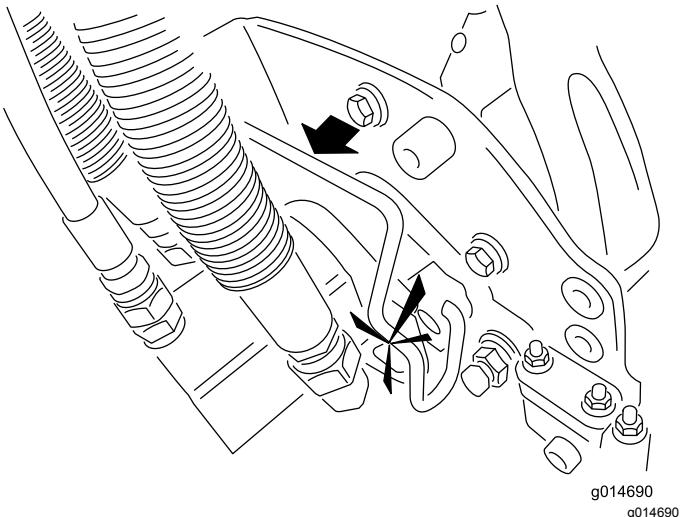

Figura 3
5. Insira o motor no lado esquerdo da unidade de triplo-rolo (visto da posição do operador) e empurre a barra de retenção do motor na unidade de triplo-rolo na direção do motor até ouvir um “clique” de ambos os lados do motor (Figura 3).